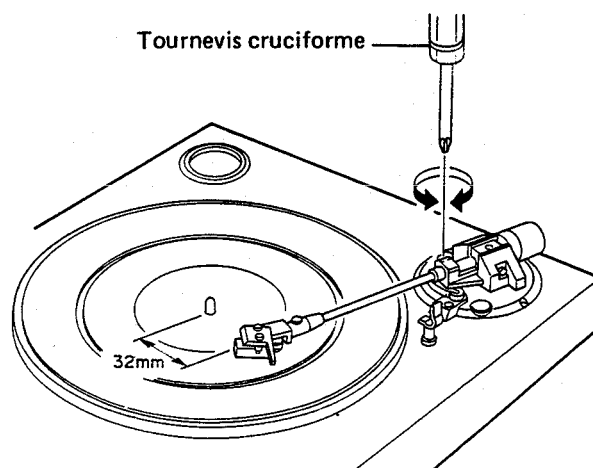

Fig. 7-2 Réglage de retour automatique
5. Arrêter de tourner la vis de réglage sur le point pour lequel il y a un écart de 32mm entre la pointe de lecture et l'axe central. (Fig. 7-2)